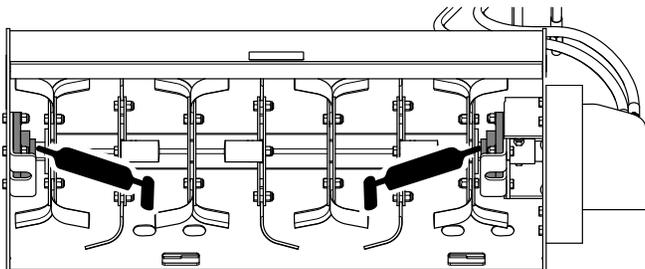

Figure 5
3. Graissez le roulement du rotor comme illustré à la Figure 5.